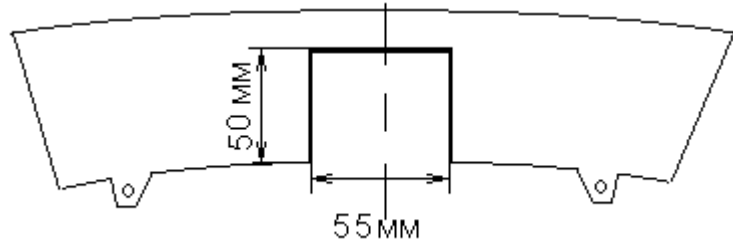

Рис.2
- подключить провода от клемм розетки к бортовой сети автомобиля в соответствии со схемой рис. 2 с помощью разветвителей проводов;
- по центру симметрии автомобиля для выхода шара сделать вырез в бампере см. Рис.2